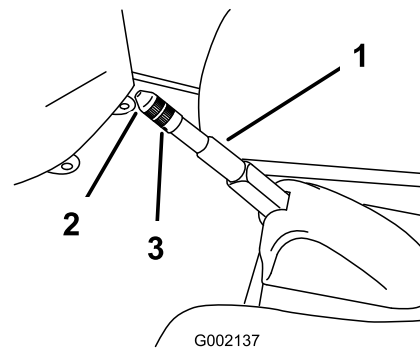

Figura 37
2. Desaperte o parafuso de afinação que fixa o manípulo à alavanca do travão de mão (Figura 37).